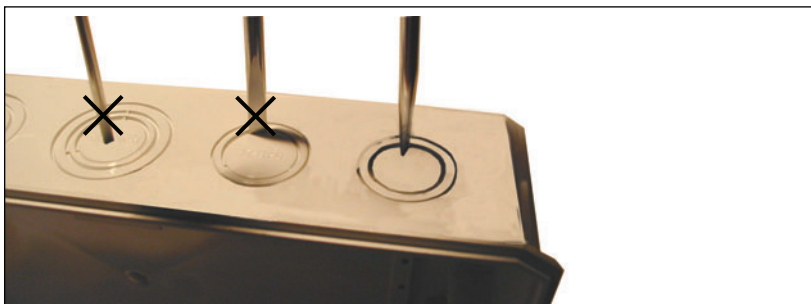

Fig. 19
- Druk de voorgestante kabeldoorvoeren in. Klop hiervoor met een schroevendraaier verticaal in het meest dichtbijgelegen deel van de kofferbodem (Fig. 19).